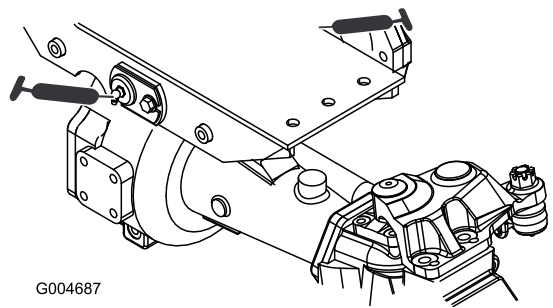

Figura 60
- 2 boccole orientabili dell'assale anteriore e posteriore (Figura 60)